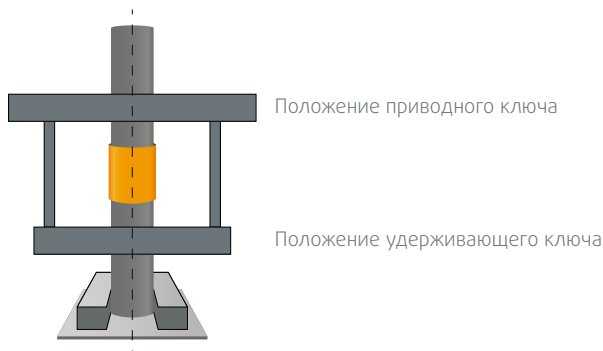

Рис. 18
- При свинчивании удерживающий ключ должен быть размещен ниже муфты, а приводной ключ выше муфты (см. рис. 18).